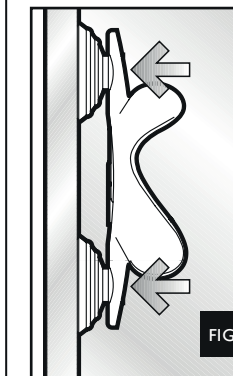

FIG. 3
- 2- Reinigen Sie die Aquariumscheibe von Algen und anderen Ablagerungen und pressen Sie die Halterung mit dem Saugnapf fest an die Scheibe (Fig. 3). Damit sich der Thermostat an die Temperatur des Wassers anpassen kann, sollten Sie ca. 30 Minuten warten, bevor Sie ihn ans Netz anschließen.
- 2- Clean the glass surface from algae etc. and press the suction cups firmly against the glass wall of the aquarium (fig. 3). Allow the heater to acclimatise to the temperature of your aquarium for about 30 minutes before plugging it in.
- 2- Enlever les algues de l'endroit choisi et y fixer le chauffe-eau. Presser fermement les ventouses contre le verre pour les faire adhérer à la paroi de l'aquarium (fig. 3). Attendez 30 minutes avant de brancher la prise pour permettre au chauffe-eau de s'acclimater à la température de l'aquarium.
- 2- verwijder alg, aanslag en andere vervuiling van het glas en duw de houder met zuignapen stevig tegen het ruit aan (afb. 3) Plaats de verwarmingsstaaf in de houder, let erop dat ie diep genoeg onder water is, wacht met het aanzetten ongeveer 30 minuten daarmee zich het thermostaat kan aanpassen aan de water temperatuur.
- 2- Quite las algas del lugar elegido y fíjese el termocalentador. Apriete firmemente las ventosas contra el cristal para que se adhieran a la pared del acuario (fig. 3) Espere 30 minutos antes de conectar el enchufe para que el termocalentador se adapte a la temperatura del acuario.